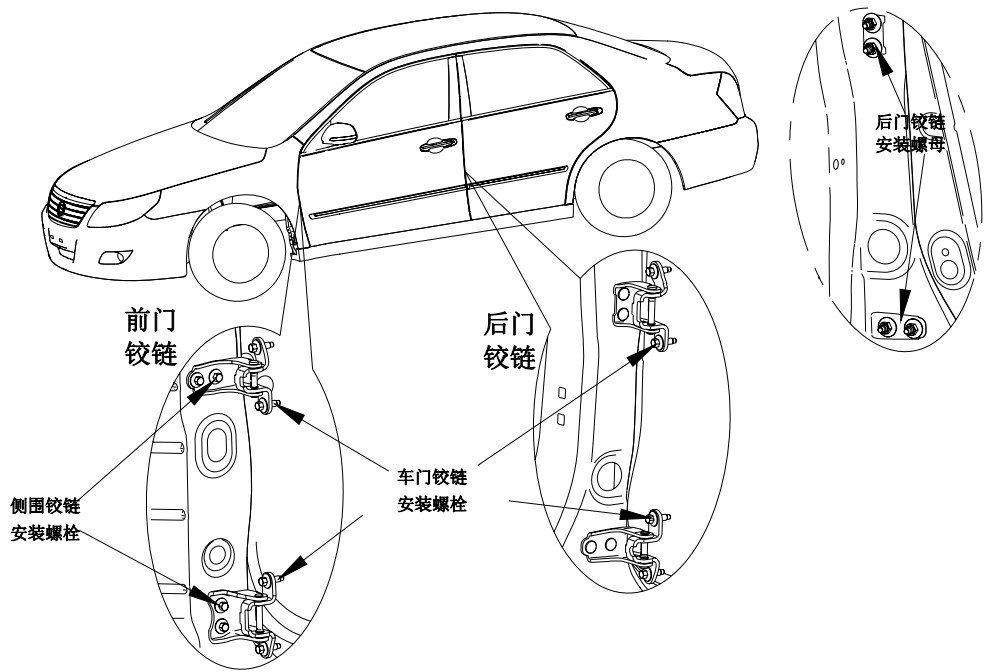

图 18-2-1
- 1、打开车门，松开车门铰链安装螺栓铰链进行调整见图 18-2-1。
2、拆除翼子板，拆除 B 柱护板（详见第 18 章）、前排安全带（详见第 21 章），松开侧围铰链安装螺栓、侧围铰链安装螺母，进行调整，见图 18-2-1。
1、如图 3-3-40，按图示方向拔出三角板 A，见图 18-2-1，具体方法请参照内饰拆卸方法（第 18 章）；